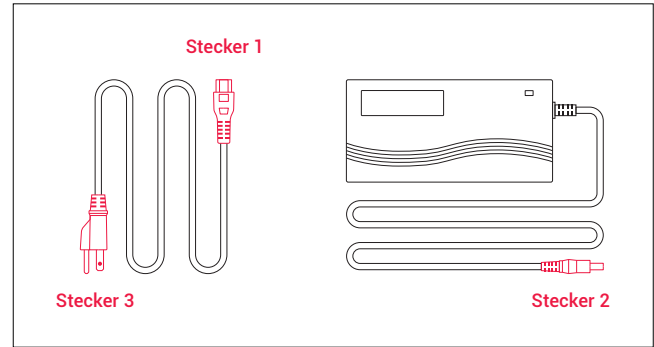

Abbildung 1
**Schritt 2:** Bauen Sie das Ladegerät wie in Abbildung 1 gezeigt zusammen, indem Sie den Stecker (Stecker 1) in den Transformator stecken.